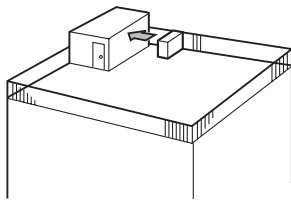

Fig. 2-4
- ① Positionner la sortie d'air vers le mur le plus proche et à environ 50 cm de celui-ci. (Fig. 2-4)